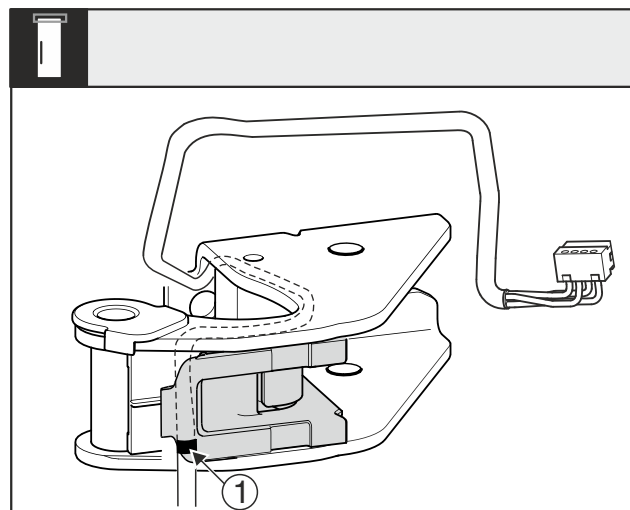

Fig. 29
- ▶ 中间标识 Fig. 29 (1) 必须位于电缆支架的边缘。